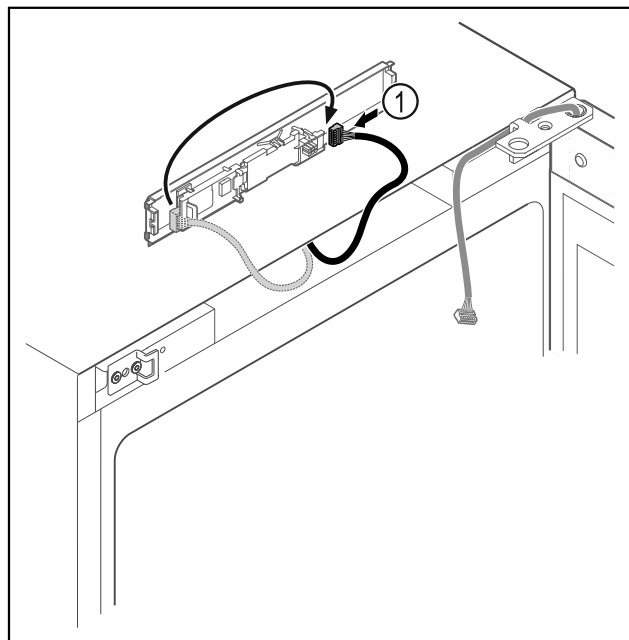

Fig. 21
- Lidhni spinën Fig. 21 (1) në qark në anën tjetër.